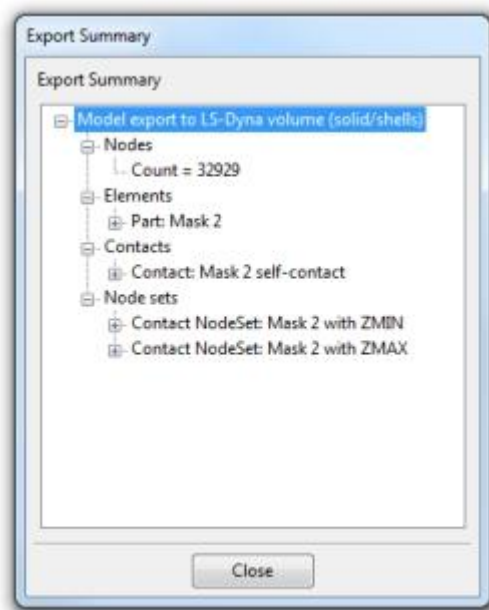

图 1-27 Export Summary 对话框
2. 在导出网格后会出现 **Export Summary** 对话框，如图 1-27 点击 **Close** 以继续。